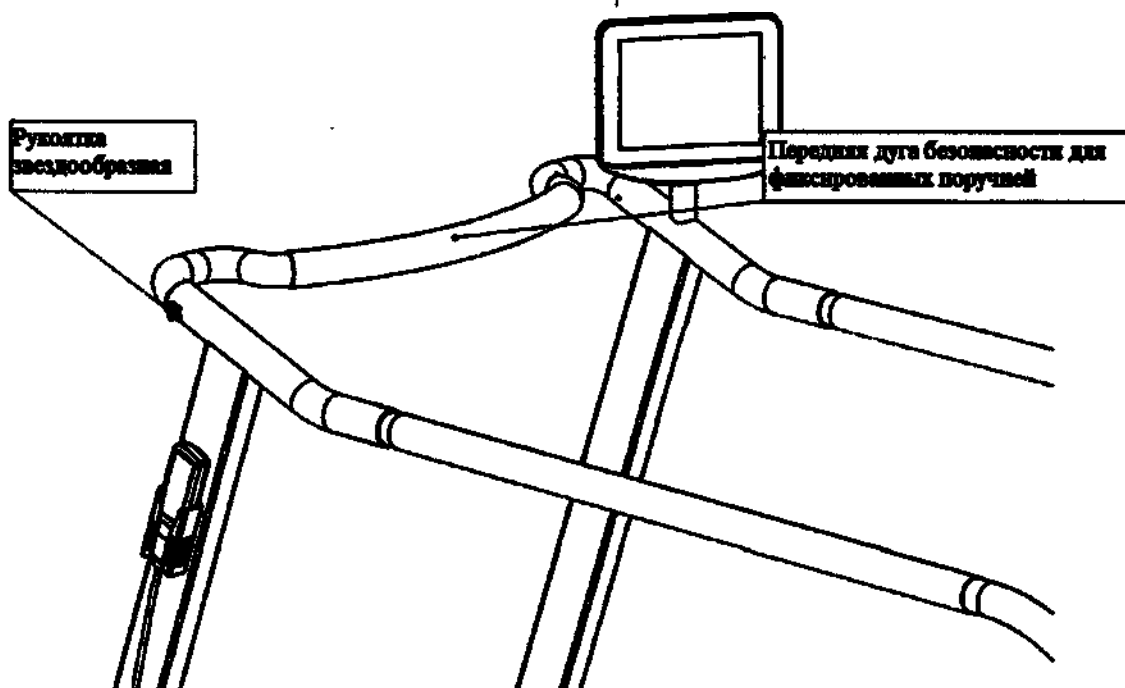
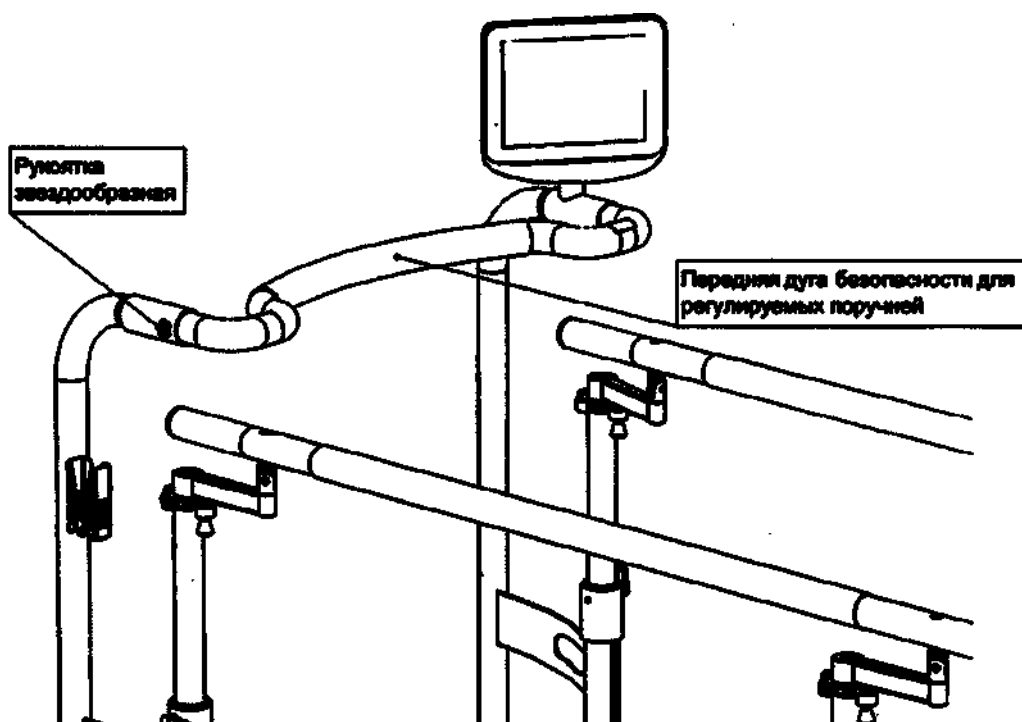

Рисунок 34 – Установка передней дуги безопасности для фиксированных поручней
Рисунок 35 – Установка передней дуги безопасности для регулируемых поручней
- разместите дугу безопасности в соответствующих отверстиях фиксированных поручней (см. рисунок 34) или регулируемых поручней (см. рисунок 35), совместив при этом резьбовые отверстия в передней дуге безопасности и отверстия в поручне;